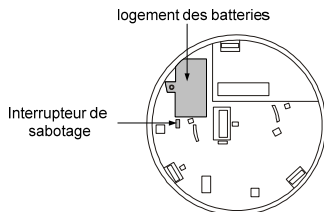

Figure 8: Logement des batteries/interrupteur de sabotage
- ◆ Les volumes morts se trouvent souvent au sommet des toits à crête ou dans les coins entre les plafonds et les murs. Les volumes morts peuvent empêcher la fumée d'atteindre un détecteur. Voir les figures 8 et 9 pour les emplacements de montage recommandés.
- ◆ Ouvrez le couvercle du logement des batteries (voir la figure 8).